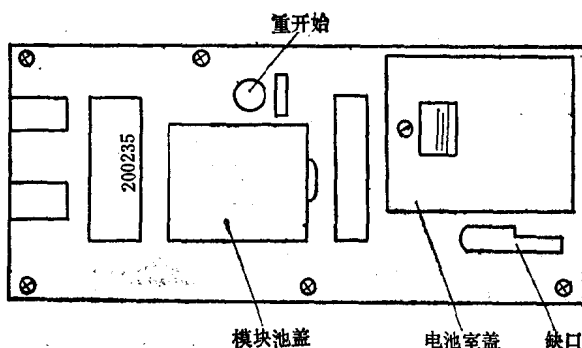
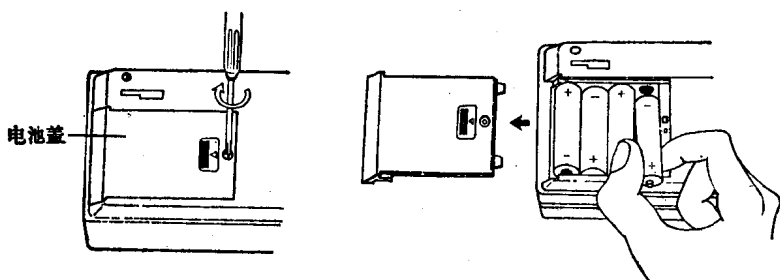

图 1-1 模块池和电池室位置图
图 1-4 电池装卸图
模块装在计算机背面的模块池中，图1-1是计算机背面的示意图，模块池盖靠近电池室的一边有个缺口，是供开盖用的。模块池中只能装入一个模块。在模块装入计算机后，一般情况下没有必要拆下，我们就把模块和计算机当作一个整体来使用。模块是高密度存储器，是极精密的部件，价格也很贵，故在拆装时要特别小心，以免损坏。
1. 图1-1中的电池室是放置电池的地方。先按 **[OFF]** 键关机，然后用螺丝刀或硬币拧开电池室盖上的螺丝，拿走电池室盖（图1-4）。